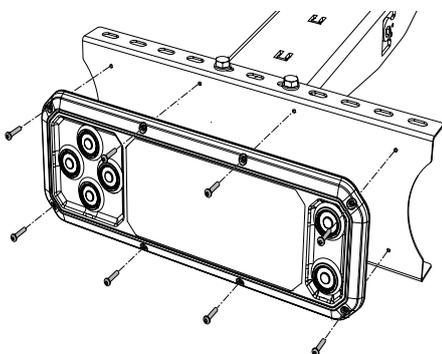

Figure 47. Installation du panneau de commande CD 20
3. Placez l'actionneur sur la plaque de fixation, voir Figure 47.